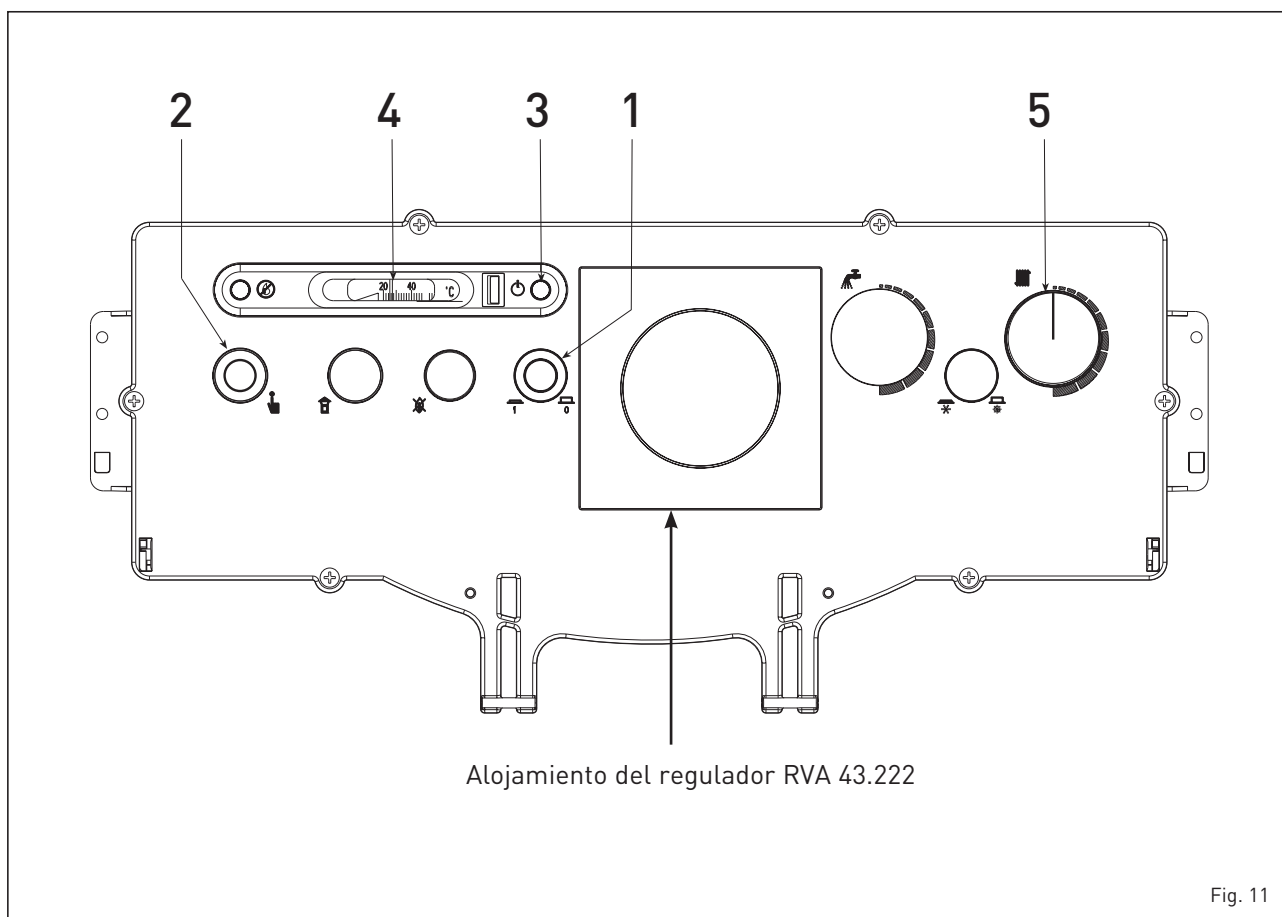

Fig. 11
Todas las funciones de la caldera "2R GT OF" pueden ser controladas desde la centralita opcional cod. 80963.03, suministrada con sonda de temperatura exterior (SE) y sonda de inmersión caldera (SC). La centralita se instala en el panel de mandos sustituyendo la cobertura correspondiente (fig. 11). La centralita prevé la conexión de
la siguiente manera (fig. 11):
El termóstato de seguridad de rearme automático calibrado a 100°C (2 fig. 11) interviene, provocando el inmediato apagado del quemador, en el caso que se manifestara accidentalmente una sobretensión en la caldera. Esperar que la
Para apagar temporalmente la caldera quitar la tensión eléctrica actuando sobre el interruptor general (1 fig. 11).